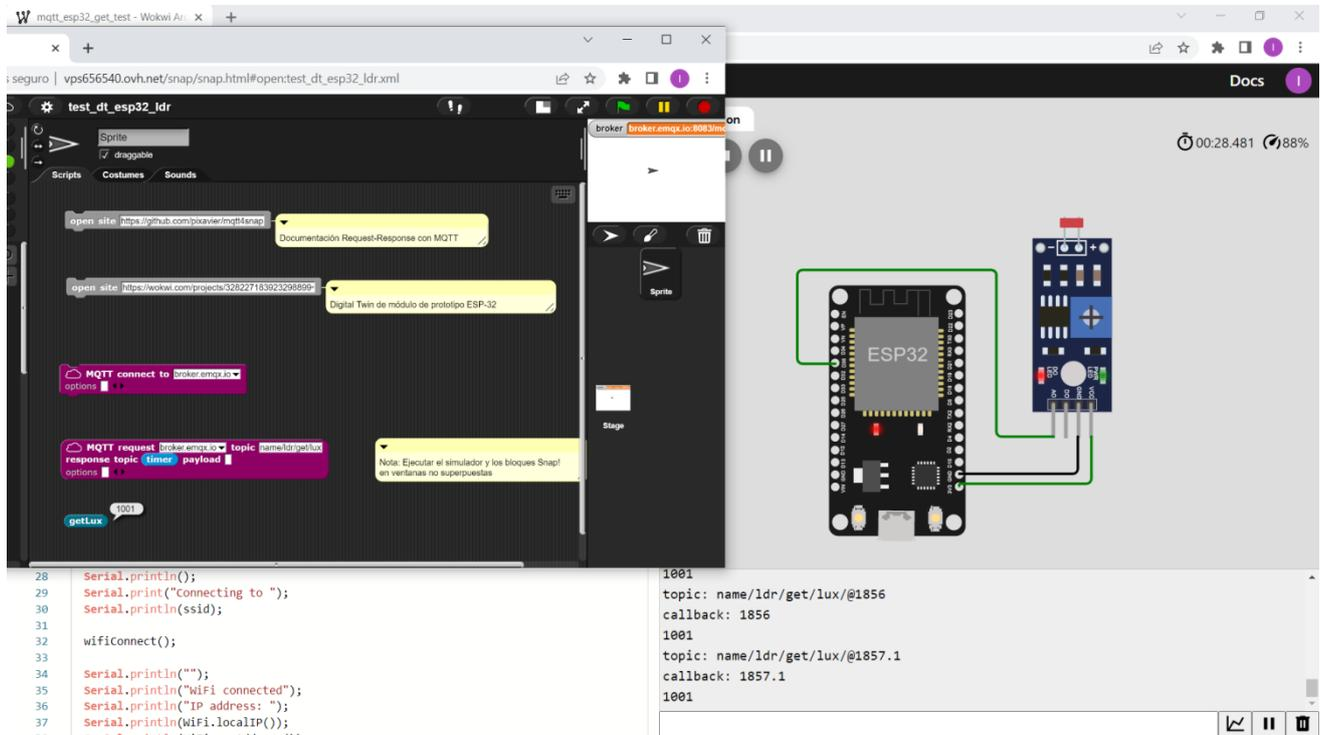

Fig 1
- 2) Arrancar la página low-code (Snap!) del link anterior, ejecutar los bloques de conexión y luego el bloque de consulta, y comprobar que se realiza la lectura de forma síncrona, como se muestra en la Fig 1.